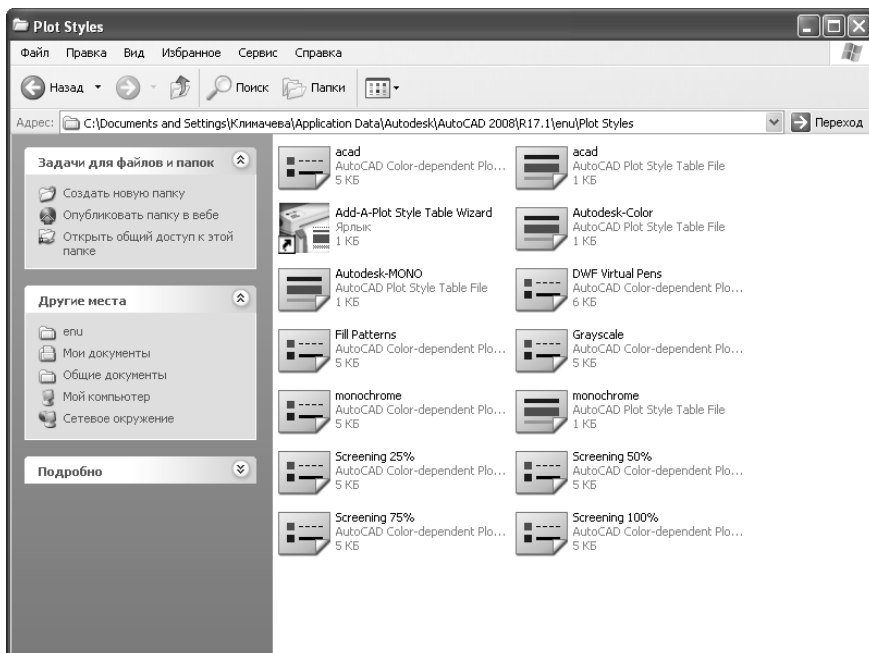

Рис. 9.12. Папка **Plot Styles** с файлами таблиц стилей печати
также есть преимущества. Действительно, поскольку именованные стили печати можно назначать отдельным объектам или слоям, то можно задать стиль печати, который будет использоваться по умолчанию для слоя **0** (по умолчанию — **Normal** (Нормальный)), а также для вновь создаваемых объектов (по умолчанию — **ByLayer** (ПоСлою)). Щелчок по кнопке **Add or Edit Plot Style Tables** (Таблицы стилей печати) приводит к открытию папки **Plot Styles** (рис. 9.12), в которой, помимо файлов имеющихся стилей печати, расположен ярлык мастера стилей печати. Подробнее о работе с этим мастером рассказывается ниже в этой главе.
- щелкните дважды в папке стилей печати **Plot Styles** (см. рис. 9.12) по файлу с расширением **.stb** или **.ctb** либо щелкните *правой* кнопкой мыши по такому файлу, а затем выберите команду контекстного меню **Открыть**;
При использовании цветозависимых стилей печати изменить стиль печати, назначенный конкретному объекту или слою, можно, только изменив цвет этого объекта или слоя. В комплект поставки AutoCAD входит несколько предустановленных таблиц цветозависимых стилей печати (см. рис. 9.12).
Именованные стили печати избавляют пользователя от ограничений, присущих цветозависимым стилям печати. Использование именованных стилей печати позволяет назначать стили печати конкретным слоям или объектам независимо от цвета таких слоев или объектов. Таким образом, в режиме использования именованных стилей цвет объекта может применяться так же, как и любое другое свойство. Кроме того, в любой таблице именованных стилей можно создать неограниченное количество именованных стилей печати, параметры каждого из которых могут настраиваться независимо от параметров остальных стилей. В комплект поставки AutoCAD входит ряд предустановленных таблиц именованных стилей печати (см. рис. 9.12), в дополнение к которым пользователь может создавать и сохранять собственные таблицы стилей. Таблицы именованных стилей печати хранятся в файлах с расширением .stb.
Создание стилей печати и управление ими осуществляется с помощью инструмента **Plot Style Manager** (Диспетчер стилей печати). После запуска этот инструмент автоматически находит на диске и открывает папку **Plot Styles** (см. рис. 9.12), содержащую все таблицы стилей печати текущего пользователя. Для запуска инструмента **Plot Style Manager** воспользуйтесь одним из следующих методов:
- щелкните дважды по ярлыку **Add-A-Plot Style Table Wizard** в папке **Plot Styles** (см. рис. 9.12).
- щелкните дважды в окне папки стилей печати **Plot Styles** (см. рис. 9.12) по файлу с расширением .stb или .ctb либо щелкните *правой* кнопкой мыши по такому файлу, а затем выберите команду контекстного меню **Открыть**.